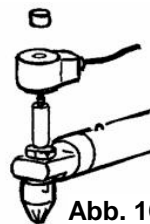

Abb. 16
- Schrauben Sie die Rändelmutter des Magnetventils ab. Nehmen Sie die Magnetspule nach oben ab und lassen Sie diese am Kabel herabhängen. (Abb. 16)
- Setzen Sie die Magnetspule und die Rändelmutter auf die obere Abschlußeinheit und ziehen Sie die Rändelmutter fest. (Abb. 16, Seite 18)